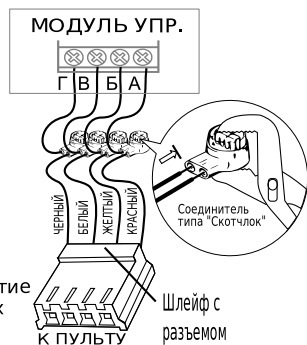

Рис. 5.4.1
- соединить провода шлейфа с разъемом и кабеля при помощи соединителя «скотчлок». Для этого вставьте концы проводов в скотчлок до упора и сожмите его, как показано на рис. 5.4.1. Сжатие соединителя фиксирует соединение проводов и герметизирует их жидким силиконом;